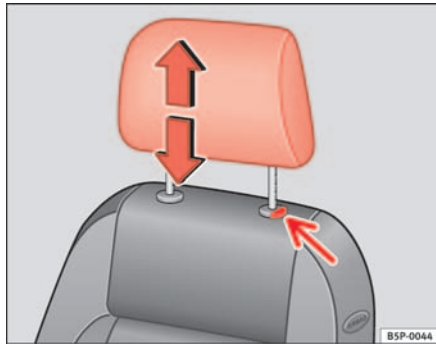

Abb. 93 Kopfstuetze einstellen oder ausbauen
- Druecken Sie die Taste ⇒ Abb. 93 (Pfeil).